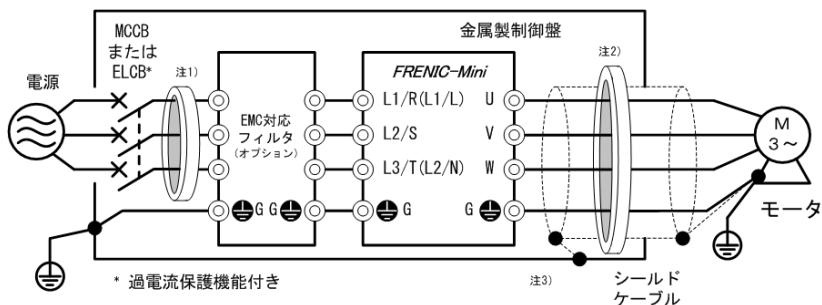

図11.4 EMC 対応フィルタ（オプション）設置方法
- 3) 放射ノイズが規格を超える場合は、図 11.4に示すように金属製の盤内にインバータおよび周辺機器を設置してください。